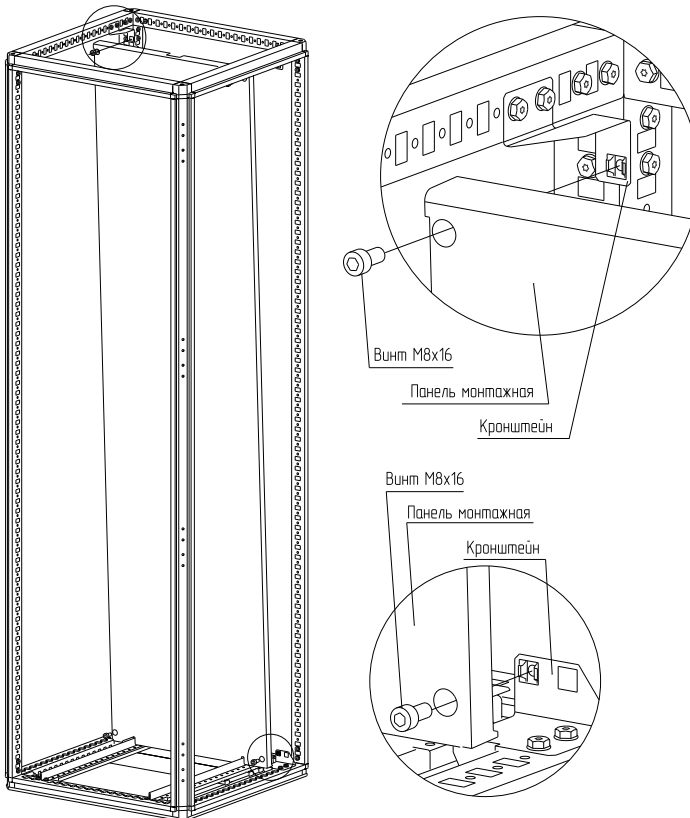

Рисунок 10
4.4.4 Прислоните панель монтажную к кронштейнам и закрепите винтами М8×16 (рисунок 10). Момент затяжки – 10 Н·м.